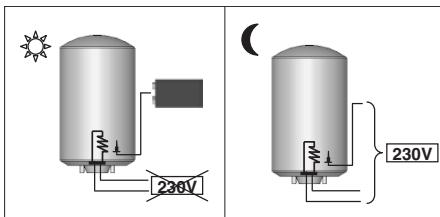

Figura 13 – PROfessional TECH Alimentação nocturna + baterias
- > Resistência ⇒ Alimentação nocturna (exclusivo duplo regime horário) (Figura 13).